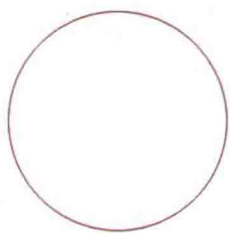

图1-3
STEP 02 单击工具箱中的“椭圆形”工具，按住【Ctrl】键在绘图窗口中拖动鼠标绘制一个正圆，效果如图1-3所示。